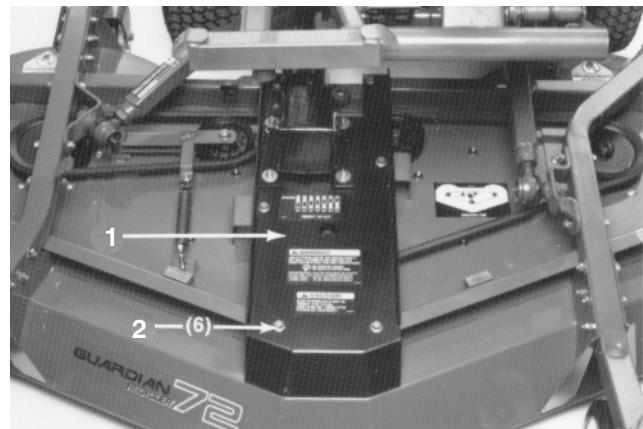

Figure 22
3. Retirez les vis et écrous fixant la plaque du boîtier d'engrenages aux profilés du plateau (Fig. 22). Soulevez la plaque du boîtier d'engrenages et le boîtier d'engrenages des profilés du plateau et déposez-le sur le plateau.